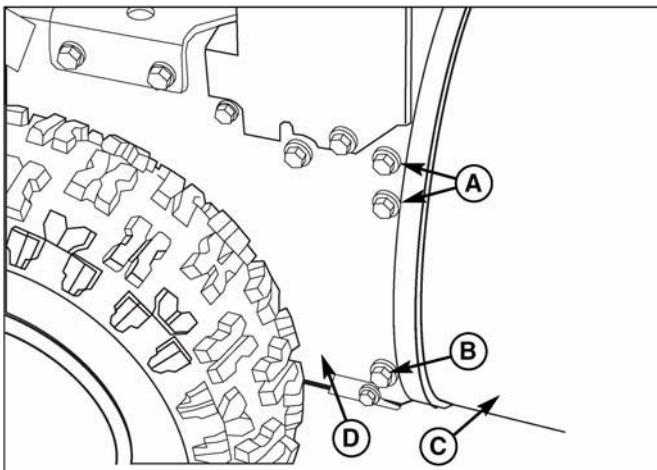

Рис. 34. Разделение рамы и корпуса шнека
15. Установите корпус шнека (С, рис. 34) на раму при помощи четырех верхних болтов (А), снятых при выполнении шага 12. Затяните два нижних болта (В). Затяните все болты с моментом затяжки 4,5-5,6 Нм (40-50 фунтов на дюйм).